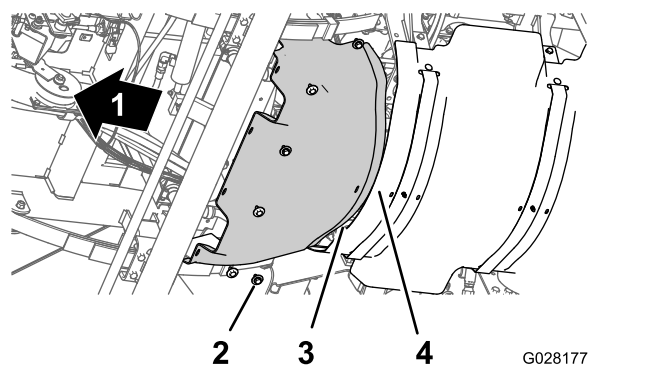

Figura 66
2. Alinee los taladros del protector térmico delantero con los taladros roscados del chasis (Figura 66).
3. Monte el protector térmico delantero en la máquina con los seis pernos de cabeza hexagonal y las seis arandelas (Figura 66) que retiró en el paso 3 de Retirada del protector térmico delantero \(página 56\).
1. Alinee la brida trasera del protector térmico delantero sobre la brida delantera del protector térmico trasero (Figura 66).